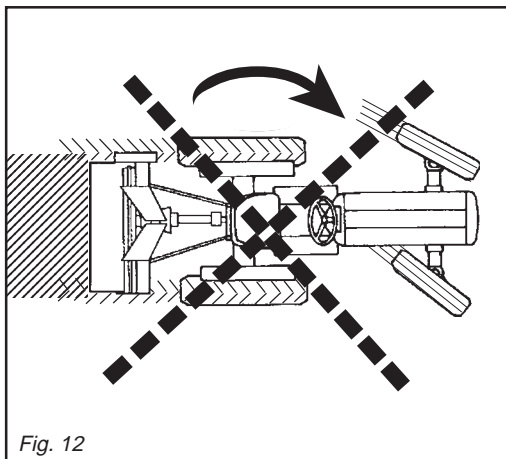
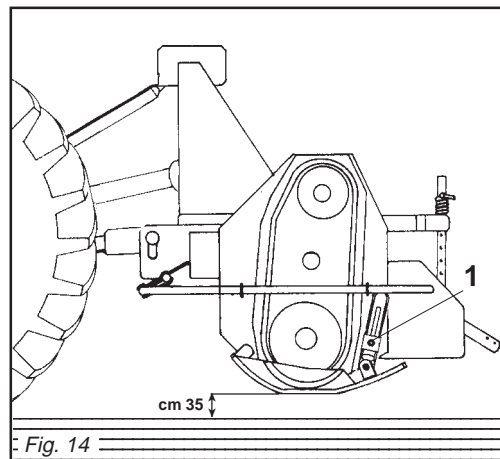

Fig. 12
Fig. 14
Evitare di far girare a vuoto (fuori del terreno) la zappatrice. Durante il lavoro evitare di effettuare curve con la macchina interrata, ne tantomeno lavorare in retromarcia (Fig. 12, 13). Sollevarla sempre per i cambiamenti di direzione e le inversioni di marcia. Durante il trasporto, od ogni qualvolta si renda necessario il sollevamento della zappatrice, è opportuno che il gruppo di sollevamento del trattore venga regolato in modo che la zappatrice stessa non sia sollevata da terra per più di 35 cm circa (Fig. 14).
*Never allow the steering hoe to operate out of the soil. During work, avoid turning corners while the implement is soil working. Never work in reverse (Fig. 12, 13). Always raise the implement in order to reverse or change direction. During transport, or whenever the implement must be raised, it is advisable to adjust the lift unit of the tractor so that the implement itself is not raised more than about 35 cm from the ground (Fig. 14).*
Vermeiden Sie es, die Hackfräse unbelastet (außerhalb der Erde) laufen zu lassen. Wenn das Gerät unterirdisch arbeitet, keine Kurven fahren und auch nicht rückwärts fahren (Abb. 12, 13). Das Gerät zum Ändern der Richtung und zum Wenden immer ausheben. Während des Transportes, jedesmal wenn das Ausheben des Gerätes erforderlich wird, sollte der Kraftheber des Schleppers immer so eingestellt werden, daß das Gerät nicht mehr als circa 35 cm Abstand vom Boden aufweist (Abb. 14).
*Évitez de faire tourner l'appareil à vide (hors du sol). Pendant le travail évitez les virages quand la houe est enterrée ou bien en marche arrière. Relevez toujours l'appareil lors des changements de direction et des inversions de marche (Fig. 12, 13). Pendant le déplacement et chaque fois qu'il faut relever la houe, veillez à ce que le groupe de relevage du tracteur soit réglé de manière à la soulever au moins de 35 cm (Fig. 14).*
Evitar hacer girar en vacío (no apoyada sobre el terreno) la binadora. Durante el trabajo evitar efectuar curvas con la máquina enterrada y no trabajar marcha atrás. Alzarla siempre para cambiar de dirección y para las inversiones de marcha (Fig. 12, 13). Durante el transporte, cada vez que se hace necesario alzar el equipo, es conveniente que el grupo de elevación del tractor se regule en modo tal que el equipo mismo no se alce desde el suelo más de 35 cm aprox. (Fig. 14).
**Zappatrici con slitte:** per regolare la profondità nelle zappatrici con slitte, è necessario allentare la vite di registro (1 Fig. 14), alzare o abbassare la slitta nella posizione desiderata, riavvitare poi la vite di registro. Questa operazione va effettuata su tutte e due le slitte e varia a seconda del terreno.
**Machine with skids:** to adjust working depth on this type of machine you must loosen the adjustment screw (1 Fig. 14) and raise or lower the skid the desired amount. Then retighten the screw. Both skids should be subjected to this operation which will vary according to the type of soil.
**Maschine mit Schlitten:** um die Arbreitstiefe der Maschine mit Schlitten zu bestimmen, ist es notwendig die Stellschraube zu lockern (1 Abb. 14), den Schlitten im gewünschten Maße zu heben oder zu senken, und die Stellschraube wieder anzuziehen. Dieser Vorgang ist auf beiden Kufen vorzunehmen und hängt von der Bodenbeschaffenheit ab.
**Machine avec patins:** pour régler la profondeur sur les machines avec patins, desserrer la vis de réglage (1 Fig. 14), soulever ou abaisser les patins à la mesure désirée et revisser la vis de réglage.
**Máquinas con correderas:** para ajustar la profundidad en las máquinas con correderas, hace falta quitar el perno de registro (1 Fig. 14), subir o bajar las correderas de la misma deseada y volver a introducir el perno en su agujero. Esta operación se efectúa sobre ambas correderas y varia de acuerdo al terreno.